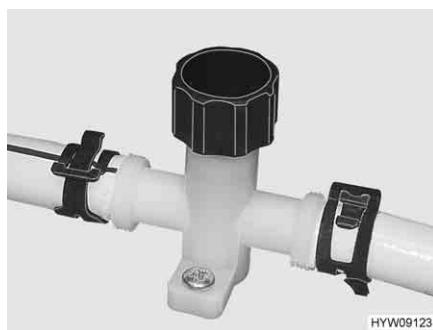
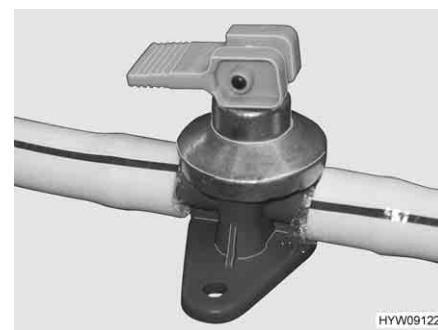

Fig. 157 Rubinetto di scarico (tubatura dell'acqua e scaldaacqua)
Fig. 158 Rubinetto di scarico (boiler Alde)
- Chiudere tutti i rubinetti di scarico. Ruotare il coperchio (Fig. 157) in senso orario oppure posizionare la leva a bilanciere (Fig. 158) in posizione orizzontale.